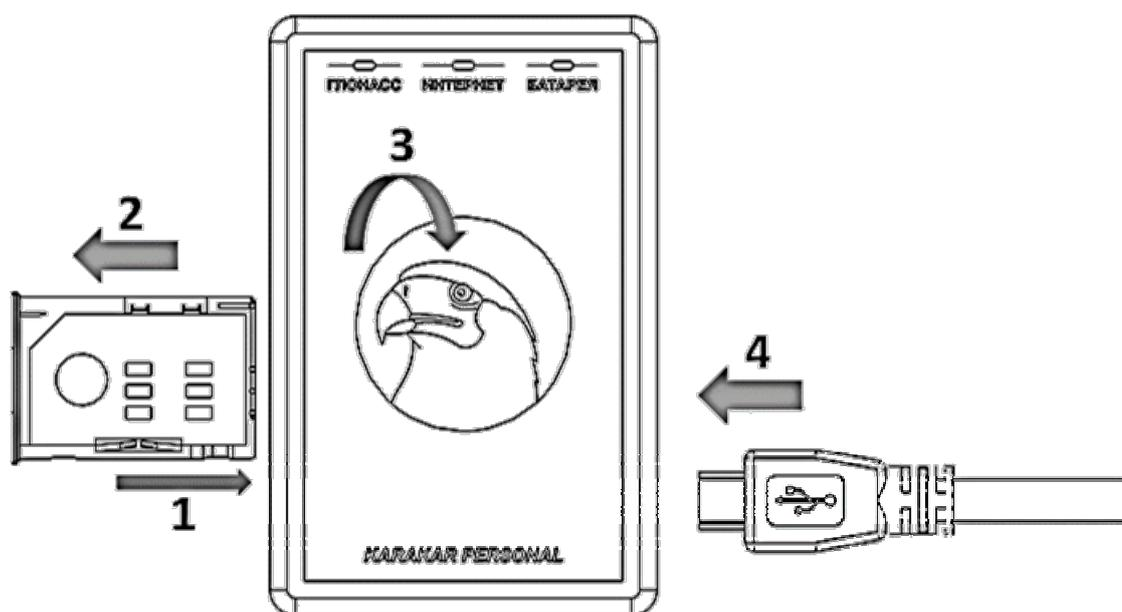

Рисунок 5 – Перевод трекера в режим смены микропрограммы.
- 1) Отключить трекер от ПК, если он подключен. Нажать острым (скрепка) предметом на желтый толкатель «1» (рисунок 5).